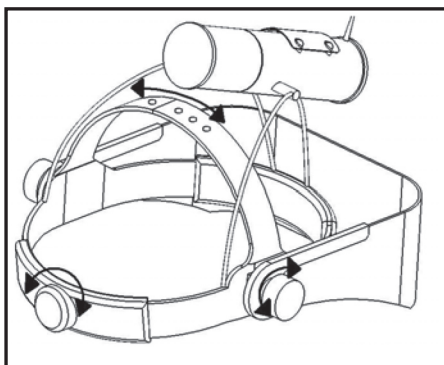

Figure 3. v300/v600 Headgear Adjustment
Réglage du serre-tête (Figure 3)
- 6) **Il est crucial que la bande supérieure du serre-tête soit réglée de manière à ce que la section arrière de celui-ci s'adapte sous la protubérance située à la base du crâne ! Le système sera extrêmement inconfortable sans ce réglage ! Voir Fig. 3 ci-dessous.**